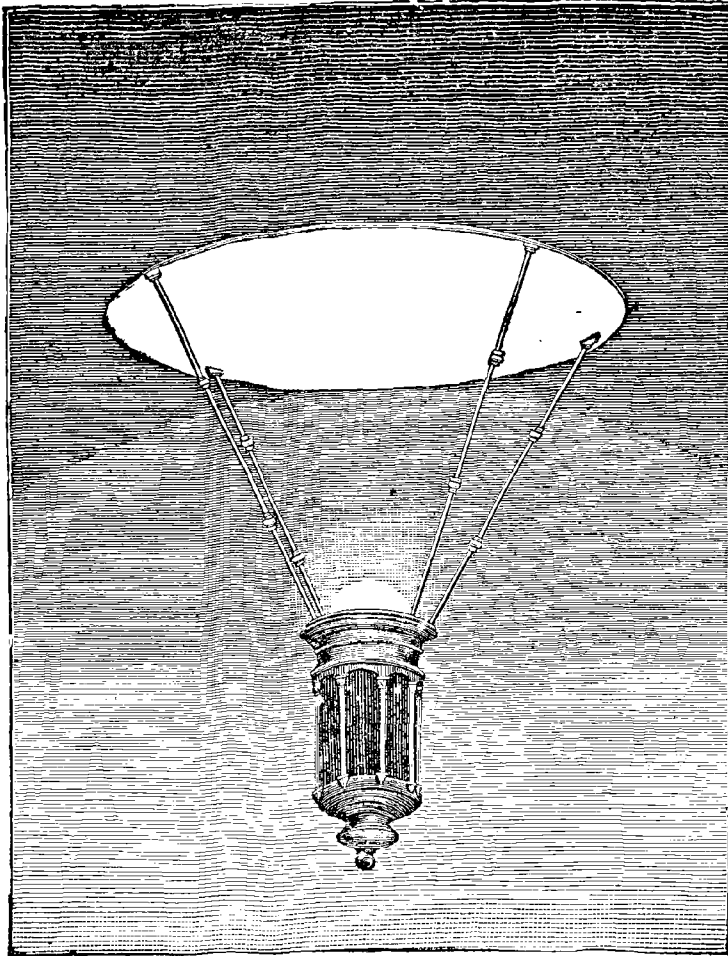

Fig. 9. — Lampe électrique Jaspar.
M. Jaspard donne à son régulateur une disposition très originale, qui ajoute beaucoup à l'effet lumineux. L'arc voltaïque pourvu de son régulateur est entièrement caché. Ainsi que le représente la figure 9, il est enfermé dans un tube noir, suspendu par des tringles à un grand réflecteur, qui, produisant l'effet d'un abat-jour, renvoie la lumière de haut en bas, de manière à éclairer très vivement et sans blesser la vue. Le courant est amené par les tringles, qui servent de conducteurs opposés.